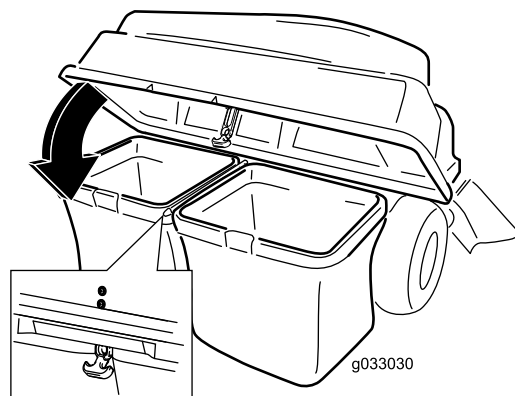

Figure 23
5. Abaissez le couvercle du dispositif de ramassage sur les bacs (Figure 23).
6. Fixez le couvercle avec le dispositif de verrouillage (Figure 23).